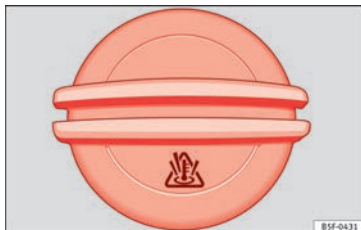

Fig. 171 Dans le compartiment moteur : bouchon du vase d'expansion du liquide de refroidissement.
- Le vase d'expansion du liquide de refroidissement est identifiable grâce au symbole sur le bouchon » fig. 171.